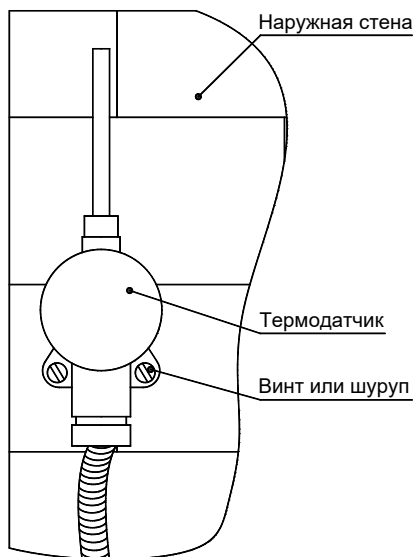

Рис. 11
5.1.5 Монтаж ТС наружного воздуха (см. рис. 11) должен осуществляться в месте, исключающем попадание прямых солнечных лучей на корпус ТС. Рекомендуется устанавливать ТС наружного воздуха на северной стороне здания.